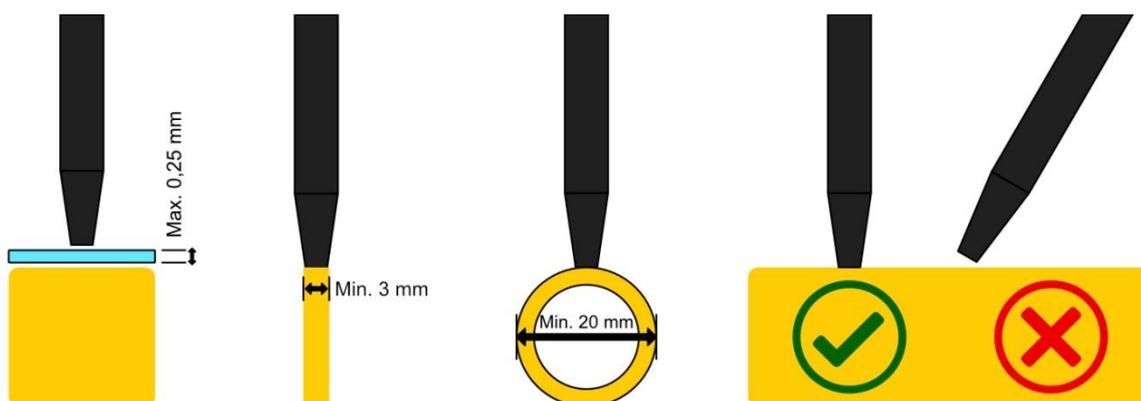

Abbildung 2 – Hinweise zur Sensorposition
Halten Sie zur Bestimmung des Leitwerts Ihres Prüfobjekts die Spitze des Stifts senkrecht auf die Oberfläche (siehe Abbildung 2). **Setzen Sie die Spitze nicht zu kraftvoll oder auf scharfkantige Prägeränder auf, da dies zur Schädigung bzw. Zerstörung der sensiblen Spule in der Spitze führen kann. Ein leichtes Aufsetzen wie beim Schreiben mit einem Kugelschreiber ist dafür völlig ausreichend.** Das Gerät führt pro Sekunde zwei Messungen aus. Dabei wird der Leitwert im Display mit einer Genauigkeit von einer Nachkommastelle stetig ausgegeben (3). Durch die Messintervalle und der anwenderbedingten Positionsänderung der Sensorspitze während der Messung kann es vorkommen, dass der ausgegebene Leitwert nicht konstant bei einem Zahlenwert verharrt.
Bedingungen für optimale Messergebnisse (siehe Abbildung 2):